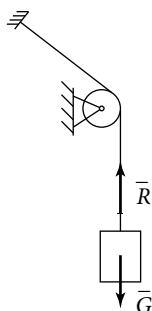

Рис. 25
3. Гибкая связь (рис. 25) (цепь в цепной передаче, ремень в ременной передаче, канат на канатной дорожке, трос, веревка для бабьи в колодце).